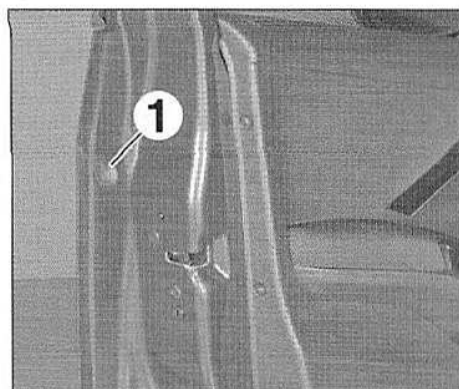

FIG.76
- Déposer l'obtuteur (1) (Fig.76).